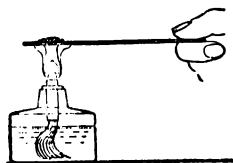

Рис. 7. Нагревание сахара на жестяной пластинке.
3) Нагрейте кусочек ленты магния, держа щипцами или зажав в расщеплённую лучинку, несколько крупинок сахара, муки, насыпав их на жестяную пластинку (рис. 7). Во всех случаях вы замечаете образование *новых веществ*.